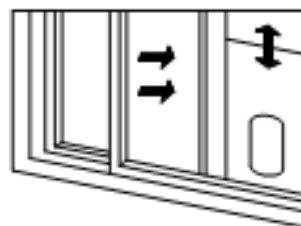

Fig.3
1) Ouvrez à moitié la fenêtre et montez la plaque d'étanchéité sur la fenêtre (comme indiqué sur les Fig.2 et Fig.3); l'ensemble peut être placé horizontalement et/ou verticalement.